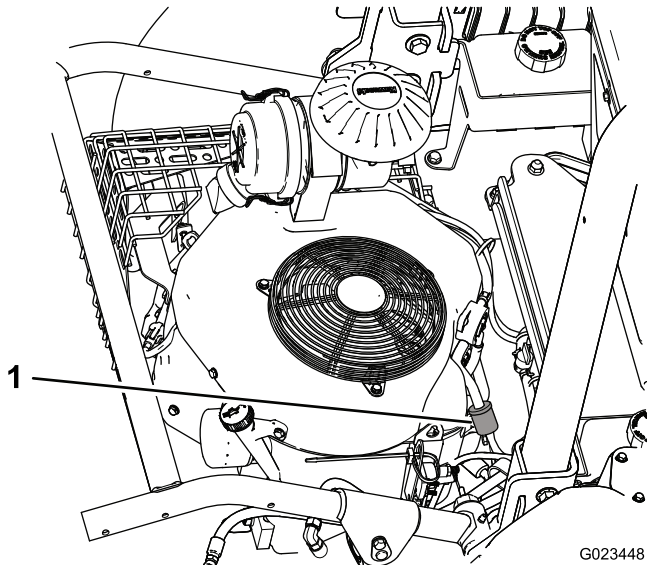
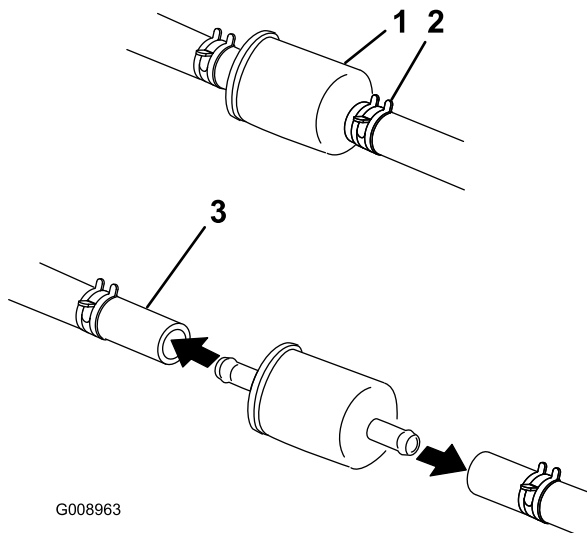

Figura 48
Figura 49
1. Afloje la abrazadera en el lado del carburador del filtro y retire el tubo de combustible del filtro (Figura 48 y Figura 49).